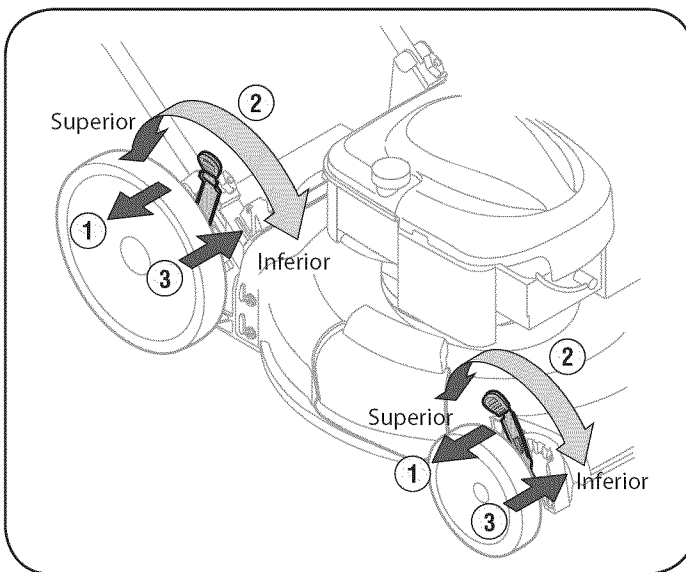

Figura 8
1. Presione la palanca hacia la rueda (unidad tenderá a caer cuando se suelta la palanca). Vea la figura 8.
2. Muévela a cualquier de las posiciones para la altura de corte deseado. Vea la figura 8.